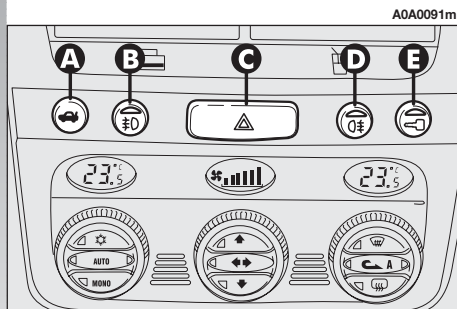

fig. 91
### APERTURA PORTELLONE VANO BAGAGLI (fig. 91)
**LUCI DI EMERGENZA (fig. 91)**
**LUCI FENDINEBBIA (fig. 91)**
**LUCE RETRONEBBIA (fig. 91)**
**BLOCCAPORTE (fig. 91)**